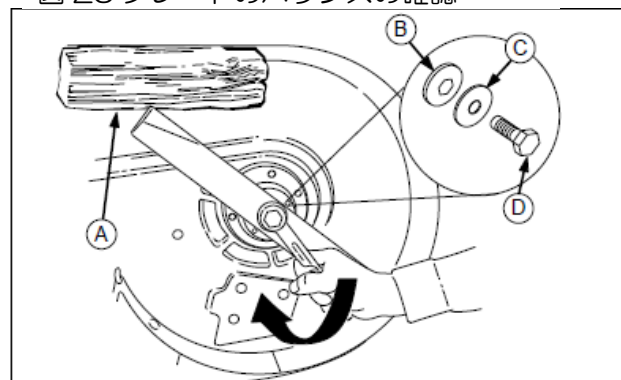

図 26 ブレードの取付- 38”,44”,50” モア
3. **38”、44” 及び 50”モア:** キャップスクリュー(図 26 の D)、スプリングワッシャ(C)、スプリングワッシャ(B)を外します。
6. 図 26 に示すように、ブレードを取り付けます。ブレードが回転しないように、木のブロックを使用して、キャップスクリュー(D)、カップワッシャ(C)、ヘックスワッシャ(B)を取り付けます。締め付けトルクは、61~75Nm です。
7. **38”、44” 及び 50”モア:** スプリングワッシャ(図 26 の B)、スプリングワッシャ(C)、キャップスクリュー(D)を取り付けます。木片(A)でブレードが回らないようにしてキャップスクリュー(D)を 61-75Nm のトルクで締めます。